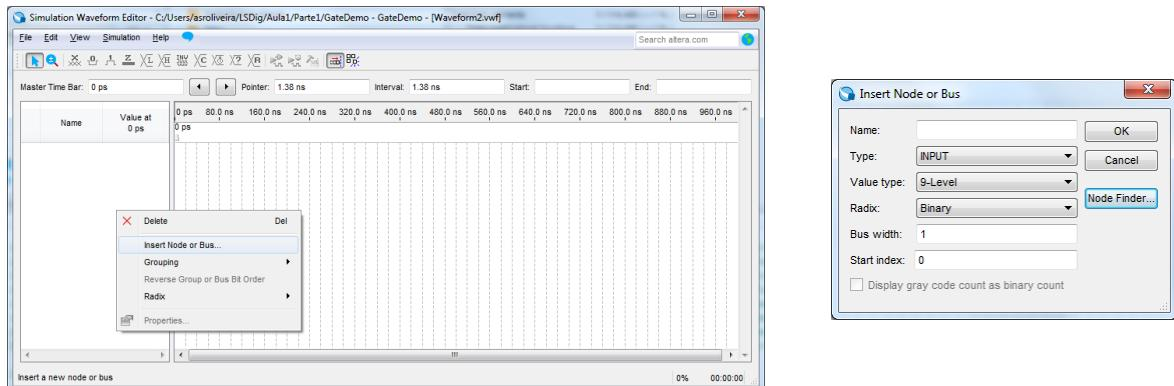

Figura 17 – Janela do simulador antes da especificação dos sinais de entrada e de saída a usar na simulação.
**10.** Após premer “OK” a janela seguinte deverá abrir, onde deverão ser indicados os sinais a usar na simulação (Figura 17).